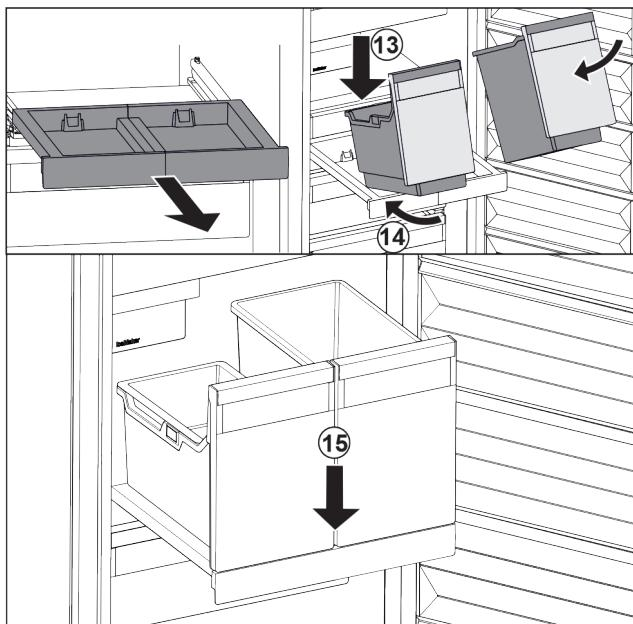

Fig. 105
- ▶ 将容器斜放在拉出式搁板上。Fig. 105 (13)
- ▶ 将容器斜着向后推入。Fig. 105 (14)
- ▶ 放下容器前部。Fig. 105 (15)